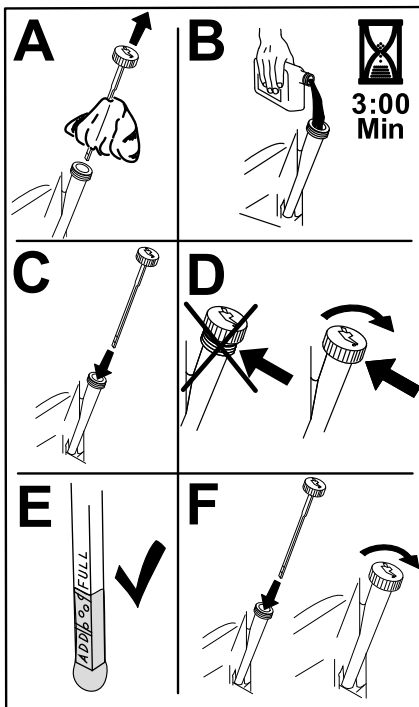

Figure 32
5. Versez lentement environ 80 % de l'huile spécifiée dans le tube de remplissage, puis faites l'appoint lentement jusqu'à ce que le niveau atteigne le repère maximum (Full) (Figure 32).
3. Remplissez le carter moteur d'une huile du type voulu (Figure 32).